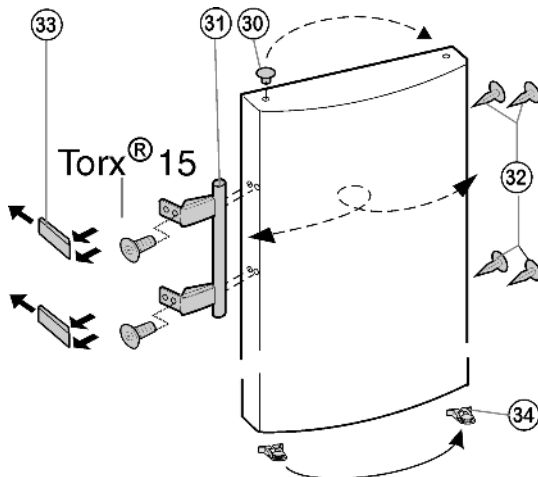

Fig. 7
- ▶ Klik de veerklem *Fig. 7 (34)* uit de deur en plaats hem naar de andere scharnierkant om.
- ▶ Til de stop *Fig. 7 (30)* uit de deurlagerbus en plaats hem om.
- ▶ Monteerdeurgreep *Fig. 7 (31)*, stop *Fig. 7 (32)* en drukplaten *Fig. 7 (33)* af en monteer ze aan de tegenoverliggende kant.